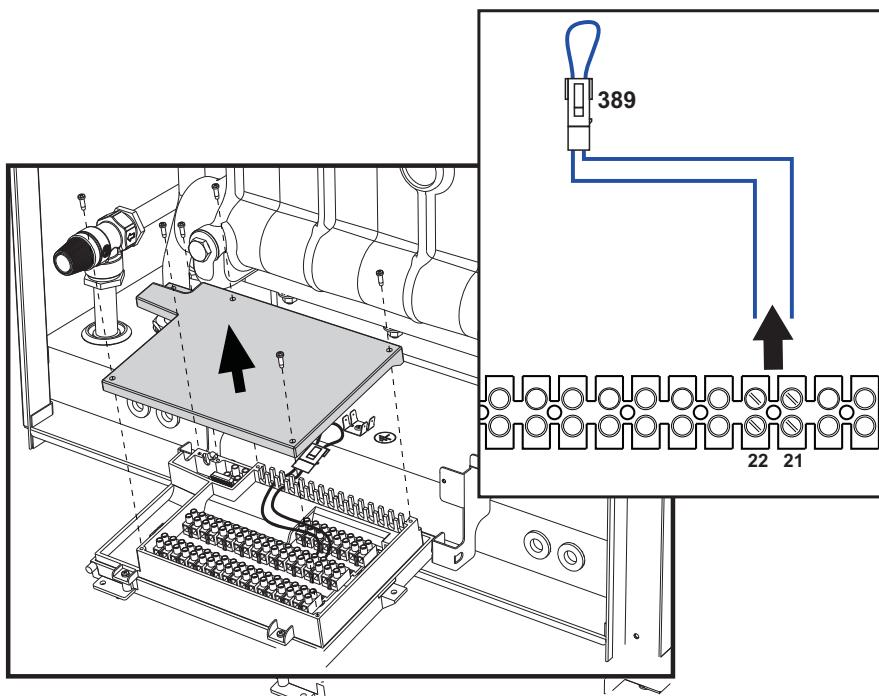

рис. 94
**ВНИМАНИЕ:** Перед подключением комнатного термостата или пульта ДУ снимите перемычку (поз. 389 рис. 94) с клемм 21 и 22 на клеммной колодке.